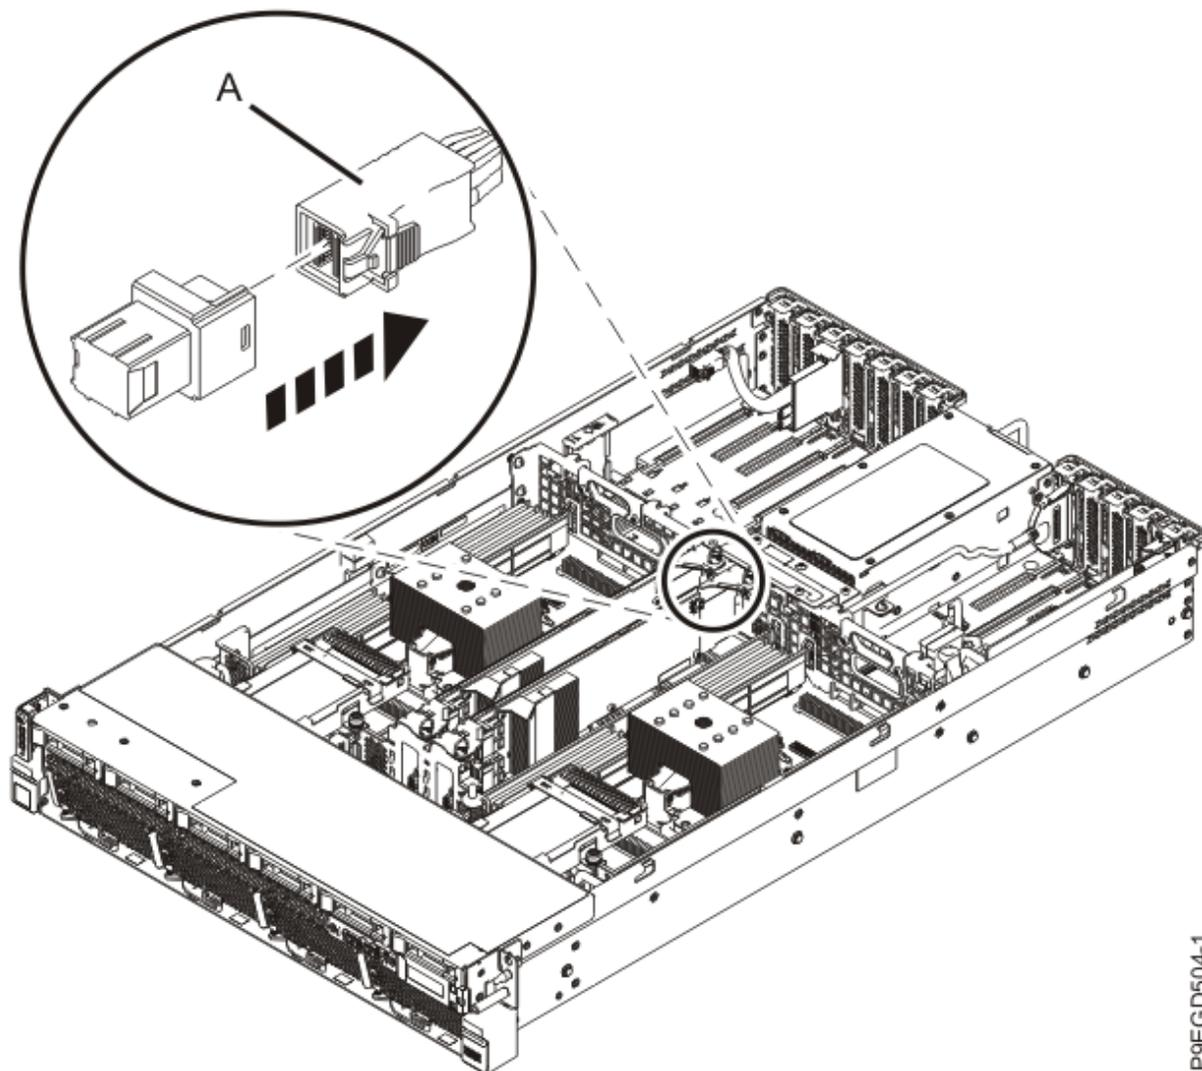

Figura 21. Desligar o cabo SAS posterior do adaptador interno SAS RAID
6. Caso o cabo SAS posterior esteja ligado ao adaptador SAS RAID, prima a patilha do conector e desligue o cabo SAS posterior (**A**) do adaptador SAS RAID. Consulte Figura 21 na página 26.